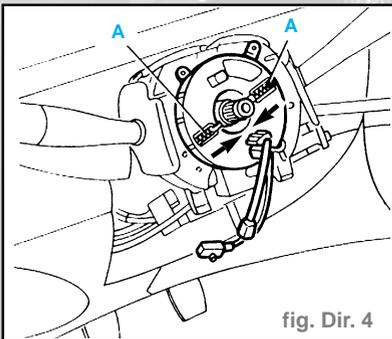

fig. Dir. 4
- Le dispositif est doté d'une sécurité qui empêche, quand le volant n'est pas monté dans le véhicule, la rotation correspondante entre les deux plateaux inférieur et supérieur grâce aux ressorts (A) qui se ferment comme indiqué dans la figure (fig. Dir. 4).